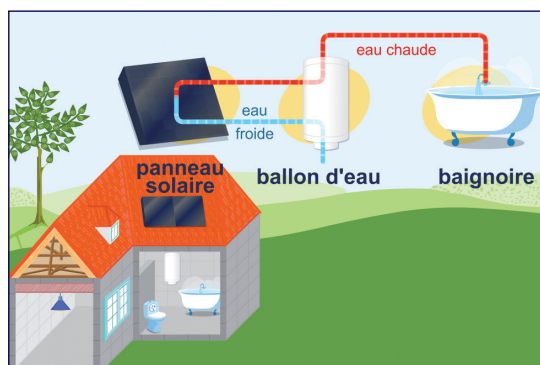

Fig. 6 - Panneaux solaires thermiques
- le schéma des panneaux solaires photovoltaïques et thermiques, Fig.5 et Fig.6